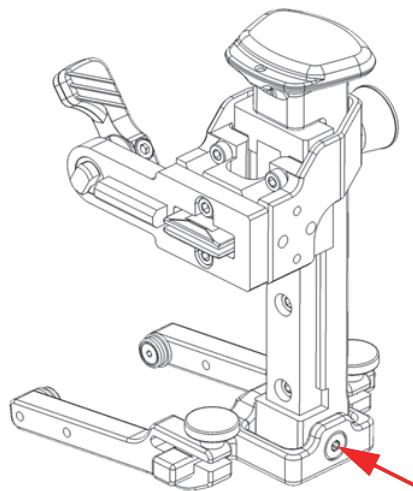

图 2-25 将螺钉放回到螺钉孔中
7. 重新将螺钉安装到轭的旋转梁中（参见第59页的图 2-25）。